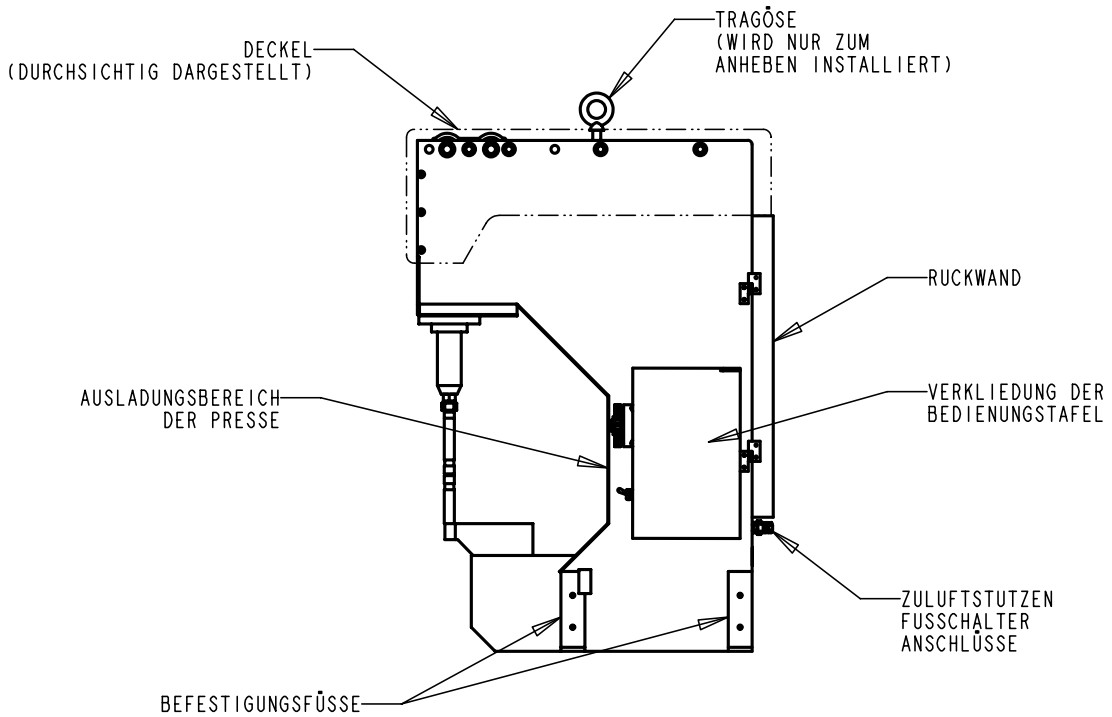

ABBILDUNG 3.0
Die im Wartungssatz enthaltene Tragöse der Größe ½-13 wird in die Gewindebohrung an der Oberseite der Presse eingeschraubt. An dieser Tragöse wird die Presse mit Hilfe einer einfachen Kettenschlinge mit Anschlaghaken angehoben (Abbildung 3.0). Die Presse wiegt etwa 132 Kg / 291 Pfund. Die Presse wird von der Palette abgeschraubt und abgehoben sowie mit den mitgelieferten Kleinteilen sicher am Untergestell befestigt, oder ihre Füße werden mit Durchsteckschrauben an eine stabile Werkbank geschraubt. Die Kettenschlinge und Tragöse werden entfernt, und der Deckel wird fest angebracht. Das orangefarbene Fußventil wird mit den Schnellanschlüssen unten an der Rückseite der Presse verbunden (Abbildung 3.3).
1. **TIMERFILTER** - Die Rückwand wird geöffnet und die Flügelschraube des Schaltkastendeckels entfernt. Der Schaltkastendeckel wird abgenommen (Abbildung 3.0). Die Timerbaugruppe wird mit Hilfe eines geraden Schraubendrehers vom Sockel entfernt (Abbildung 7.1). Der kleine O-Ring und das Distanzstück werden der Reihe nach entfernt. Der kleine Messingstift des Filterelements wird von Hand gerade herausgezogen. Das Filterelement wird in Lösungsmittel gereinigt, trocken geblasen und wieder zusammengebaut.